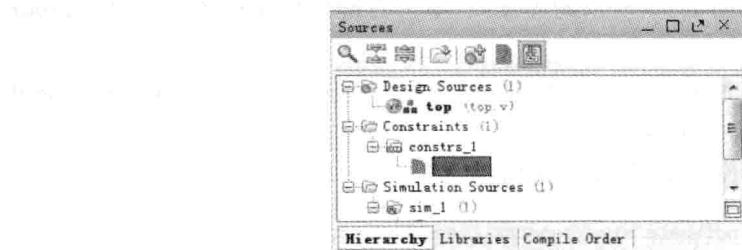

图 2.41 添加约束文件后的源文件窗口
(6) 单击 OK 按钮,返回到添加或者创建约束对话框界面。可以看到添加了名字为 top.XDC 的约束文件。
(7) 单击 Finish 按钮。如图 2.41 所示,可以看到添加了 top.xdc 文件。